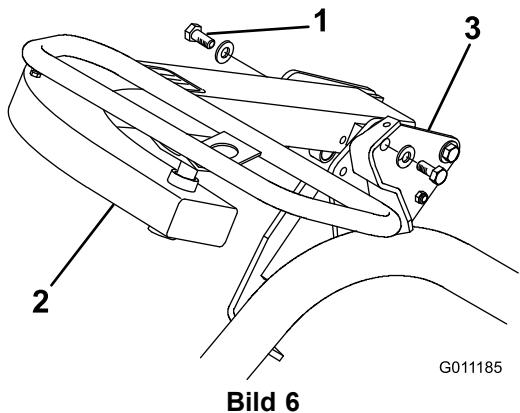

Bild 6
3. Wählen Sie das für den Fahrerkomfort gewünschte Befestigungsloch und befestigen Sie den Arm mit zwei Schrauben 2 bolts (1/2 x 3/4 Zoll) und Scheiben (1/2 Zoll) (jeweils ein Teil in den losen Teilen) (Bild 6).